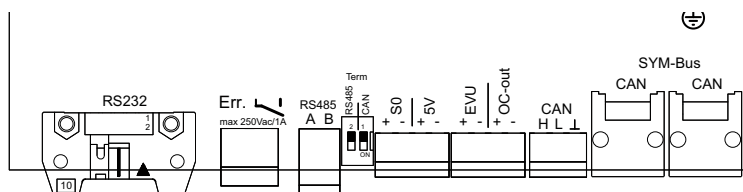

Bild 17: Schnittstellenklemmen
3. Anschlusskabel an die vorgesehenen Anschlussklemmen anschließen (siehe Bild 17 auf Seite 26).